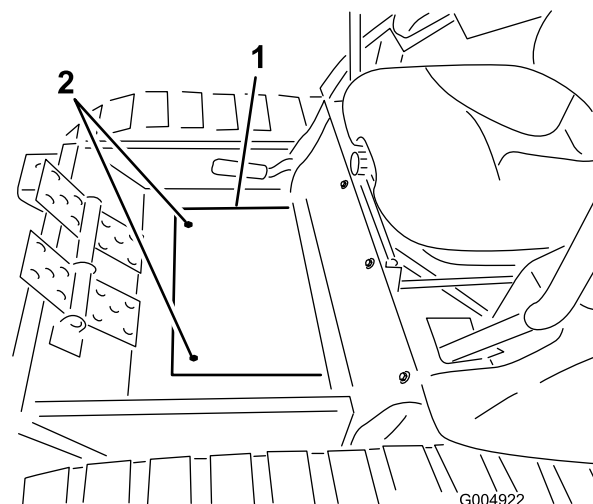

Figura 108
19. Retire los dos tornillos que sujetan la cubierta de la chapa de suelo del bastidor de invierno al suelo, y retire la chapa (Figura 108).